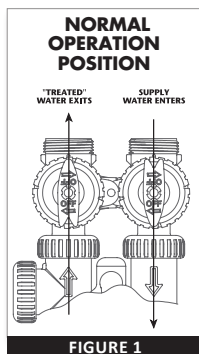

FIGURE 1
1. Normale bedrijfsstand: De inlaat- en uitlaathendels staan in de doorstroomrichting aangegeven door gegraveerde pijlen op de regelklep. Het water stroomt door de stuurklep voor normaal gebruik als waterontharder of filter. In deze stand wordt het apparaat tijdens de regeneratiecyclus voorzien van water voor het regenereren en wordt ook onbehandeld water naar het doorvoersysteem geleid (**Fig. 1**).